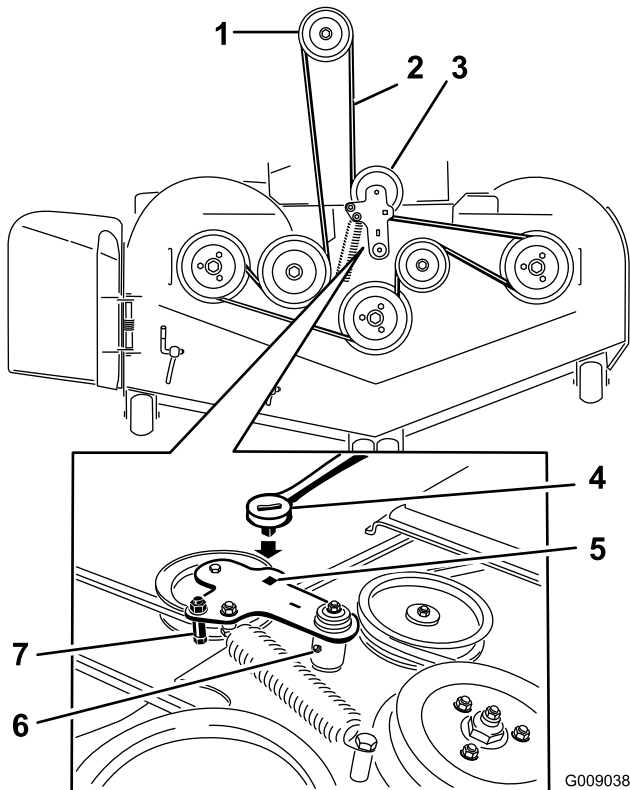

Bild 56
5. Setzen Sie eine Ratsche in das rechteckige Loch im Spannarm ein, um die Spannung an der Spannscheibenfeder zu lösen (Bild 56).
7. Nehmen Sie die Riemenschutzvorrichtung am gefederten Spannarm ab, wie in Bild 56 dargestellt.
9. Verlegen Sie den neuen Riemen um die Mähwerk- und Bremsspannscheiben unter dem Motor (Bild 56).
10. Nehmen Sie die Riemenführung am Spannarm ab, wie in Bild 56 dargestellt.
11. Setzen Sie die Spannscheibenfeder mit der Ratsche im rechteckigen Loch ein (Bild 56).